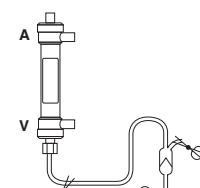

Fig.2 / Abb. 2 / Εικ. 2
- 4) Conecte a linha venosa à porta venosa do dialisador. (Fig. 2)